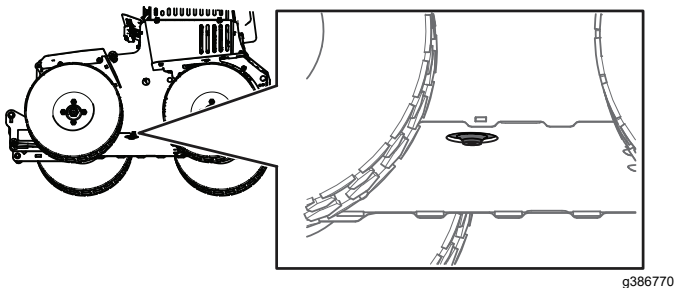

Bild 50
2. Reinigen Sie den Bereich um den Einfüllöffnung am Hydraulikölbehälter (Bild 50).